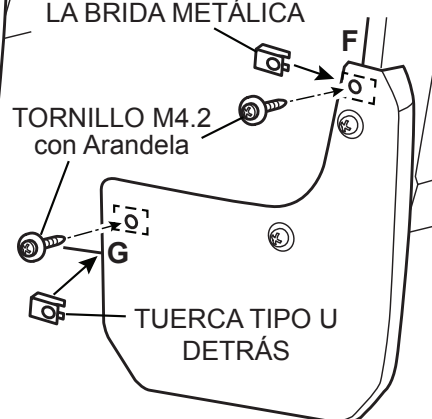

FIGURA 5
10. Jale la lengüeta de la salpicadera hacia atrás y hacia adentro para alinear el orificio de la lengüeta con el orificio del vehículo en la ubicación (E). Tenga cuidado de cerciorarse de que no queden huecos. Vuelva a instalar el sujetador que se conservó de la ubicación (E). **Vea la figura 5.**